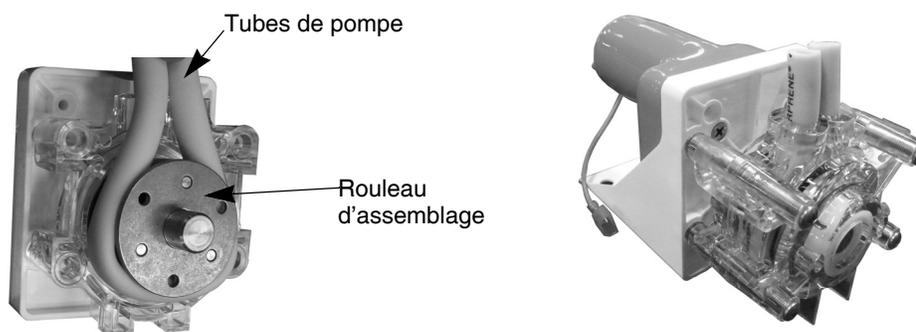

Figure 16. Assemblage de pompes
3. Retirez **UNIQUEMENT** la moitié du corps de la pompe arrière pour faire apparaître la tubulure de la pompe et les rouleaux (voir Figure 16).